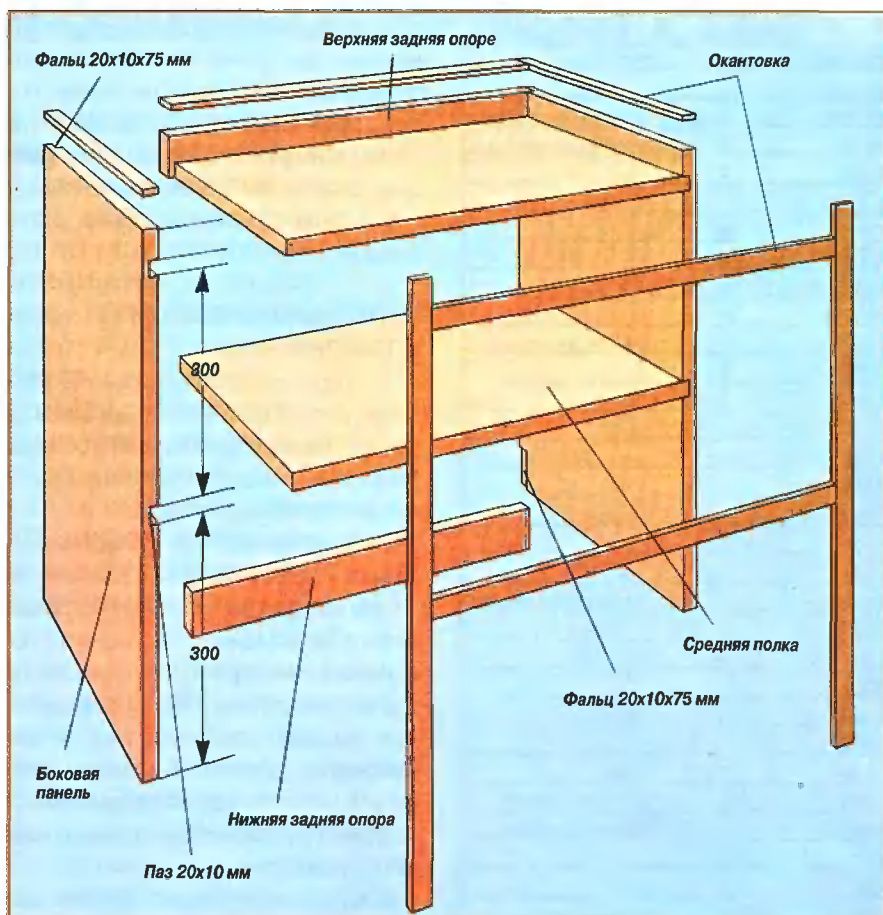

Рис. 4. Блок полок.
1. По размерам, указанным в таблице, вырезают верхнюю и боковые панели, полки и задние опоры и согласно рис. 4 выбирают фальцы и пазы.